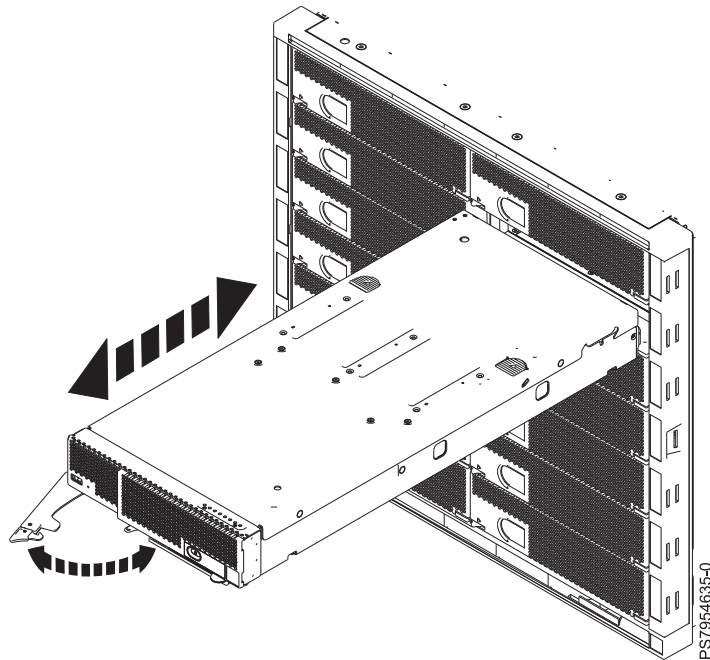

図 5. IBM Flex System エンタープライズ・シャーシからの コンピュート・ノード の取り外し
5. 33 ページの図 5 に示されているようにリリース・ハンドルを開きます。 コンピュート・ノードは、ベイから約 0.6 cm 引き出すことができます。